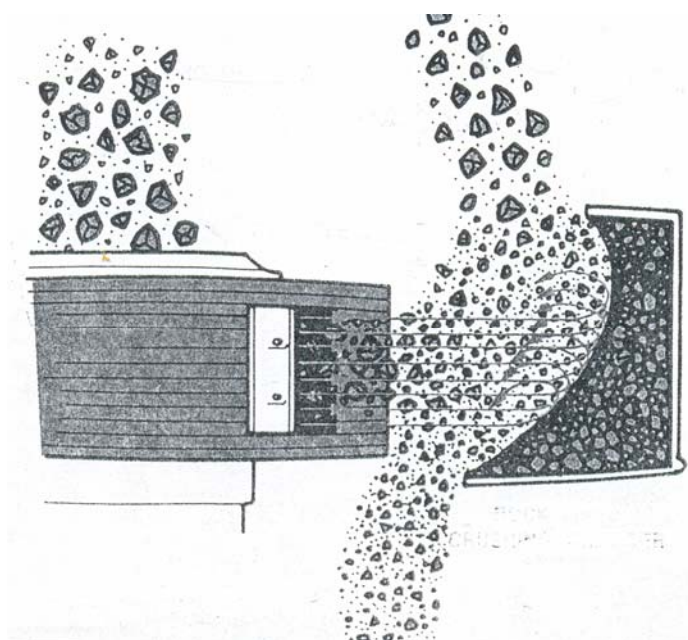

Рис.6
**Двухпоточный (каскадный) режим** питания предусматривает деление поступающего в дробилку материала на два потока: основной, оптимальный по производительности, на ротор и дополнительный, каскадный, непосредственно в дробильную камеру (минуя ротор), где его куски и частицы сталкиваются с высокоскоростным и высоконапорным потоком частиц выбрасываемых ротором (рис. 6). Каскадное питание дает возможность более тонкой настройки степени дробления, т.е. регулировки крупности дробленого продукта, и увеличения производительности дробилки.